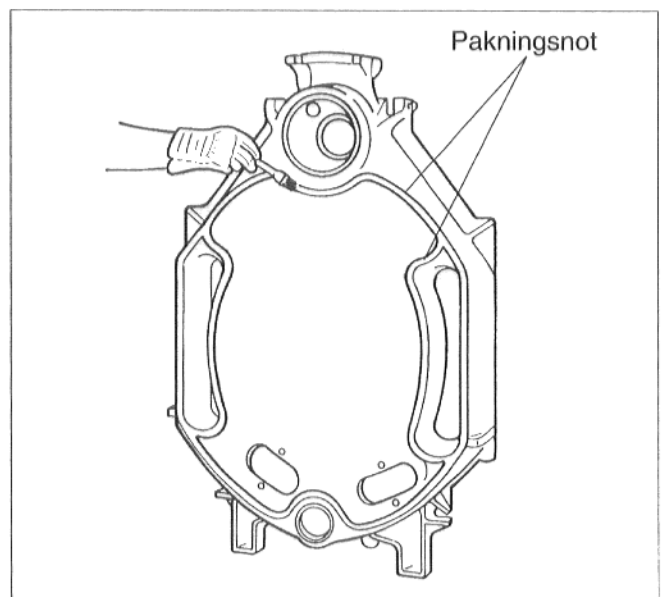

Fig. 9
- Pakningsnoten rengjøres med smergelpapir og klut (Fig. 9).
- Pakningsnoten smøres inn med heftmiddel (Primer) (Fig. 9).